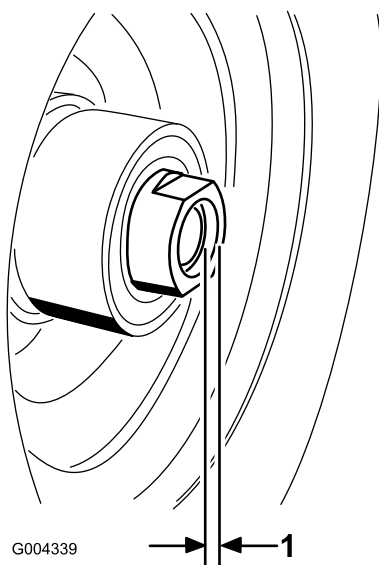

Figure 26
11. Si les deux écrous-entretoises ont été retirés, appliquez du frein-filet sur leur filetage. Vissez les écrous-entretoises sur l'essieu en les faisant dépasser de 3 mm (1/8 pouce) au bout de l'essieu (Figure 26).
16. Serrez l'écrou-entretoise à 8-9 Nm (75-80 po-lb), puis desserrez-le et resserrez-le à 2-3 Nm (20-25 po-lb). Attention à ne pas faire dépasser l'essieu de l'écrou (Figure 26).